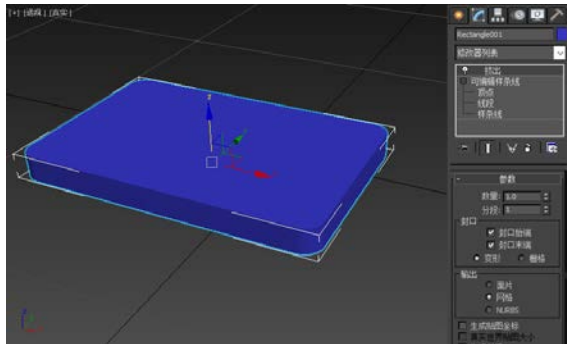

图 3-2-4 挤出 (1)
STEP 04 退出子对象选择，给模型添加【挤出】修改器，设置【数量】为【1.0】，如图 3-2-4 所示。